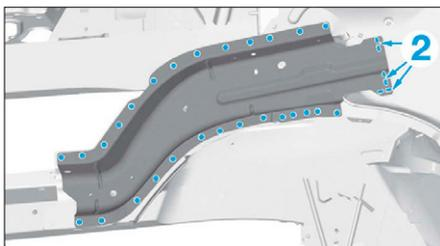

FIG. 27
- par cordon MIG en (2) (Fig.27),